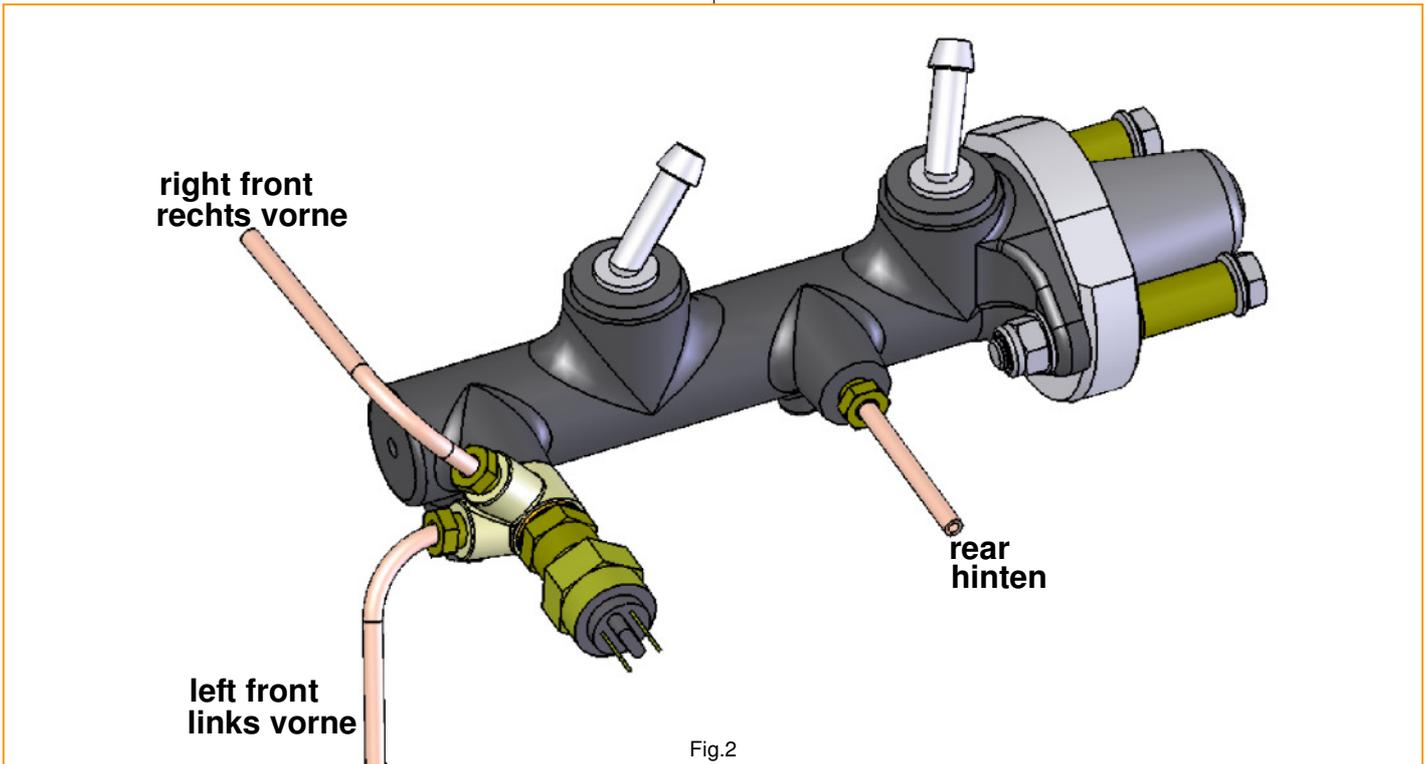

Fig.2
See Fig. 2 for further information.
Siehe Fig. 2
NOTE: *It is important that the two metal lines that go to the front brakes are threaded in the 2-way connector as shown in Fig.2.*
- Drehen Sie die Verschraubungen der hinteren und der vorderen rechten Bremsleitung handfest in den HBZ. Siehe Fig. 2.